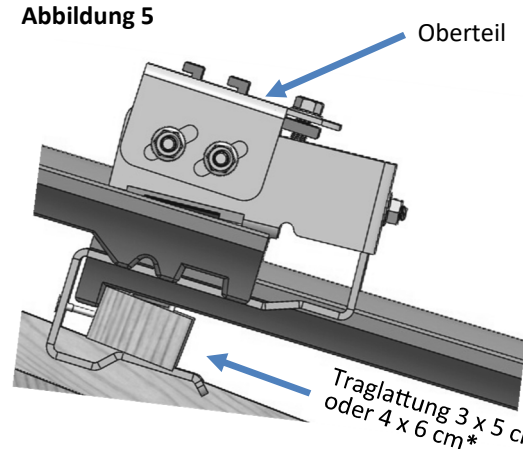

Abbildung 5
- Solarhalter in Höhe und Neigung ausrichten. (Abbildung 5)